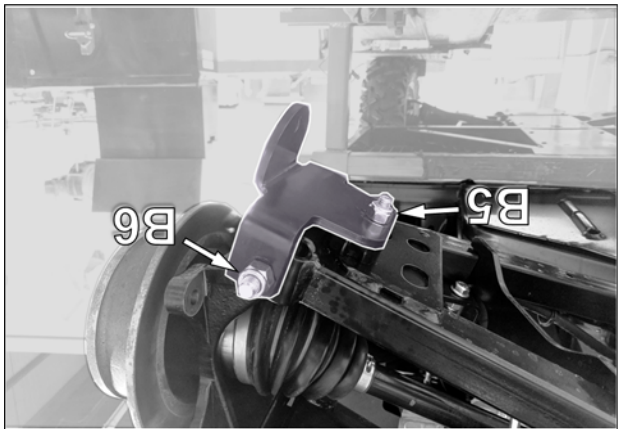

Fig. 8
8. Installer les écrous (B5-B6) aux boulons (B3-B4) et serrer à un couple de 50 N•m [37lb•pi]. Voir la Fig. 8